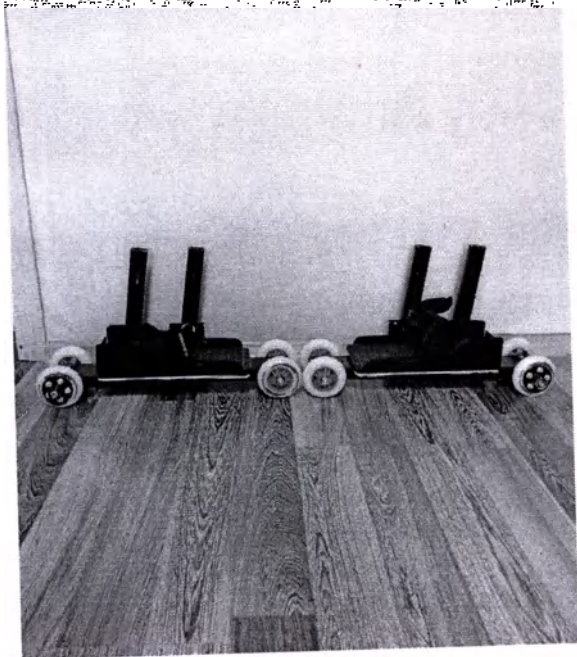

рис.7
4.2.5 Стоподержатели (левый и правый) рис. 7